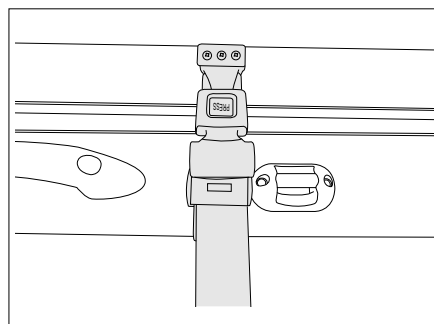

Bild 167 Sicherungsgurt
- Den Sicherungsgurt (Bild 167) lösen.
- Den Sicherungsgurt (Bild 167) anbringen.